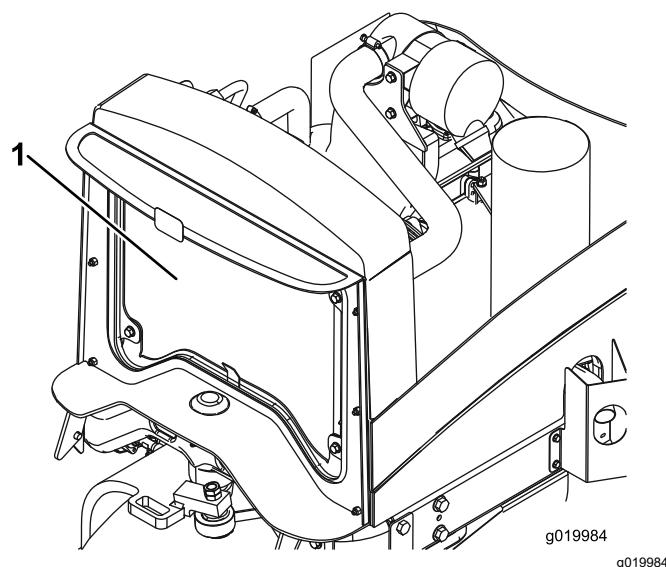

Figura 61
4. Pulite entrambi i lati del radiatore accuratamente con aria compressa (Figura 61).